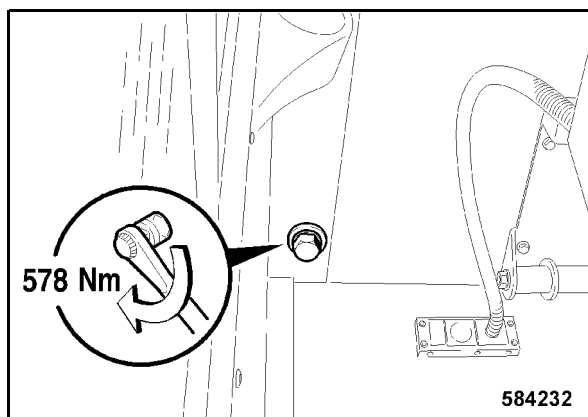

Fig. 207
- El tornillo de fijación trasero, interior de la derecha hay que apretar con 578 Nm (Fig. 207).